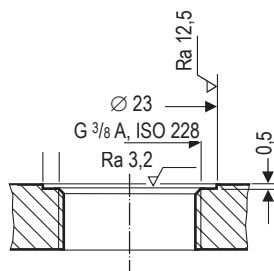

Рис. 3
- Уплотнительные поверхности патрубка или фланца должны быть качественно технически обработаны согласно **Рис. 3**.
1. Проверить уплотнительные поверхности. **Рис. 3**